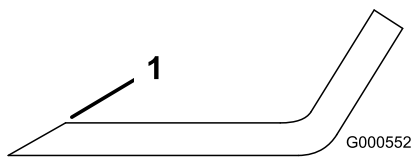

Figura 64
- Utilice una lima para afilar el filo de corte en ambos extremos de la cuchilla (Figura 64).
**Nota:** Si la cuchilla no está equilibrada, rebaje algo el metal en la parte de la vela solamente con una lima (Figura 64).